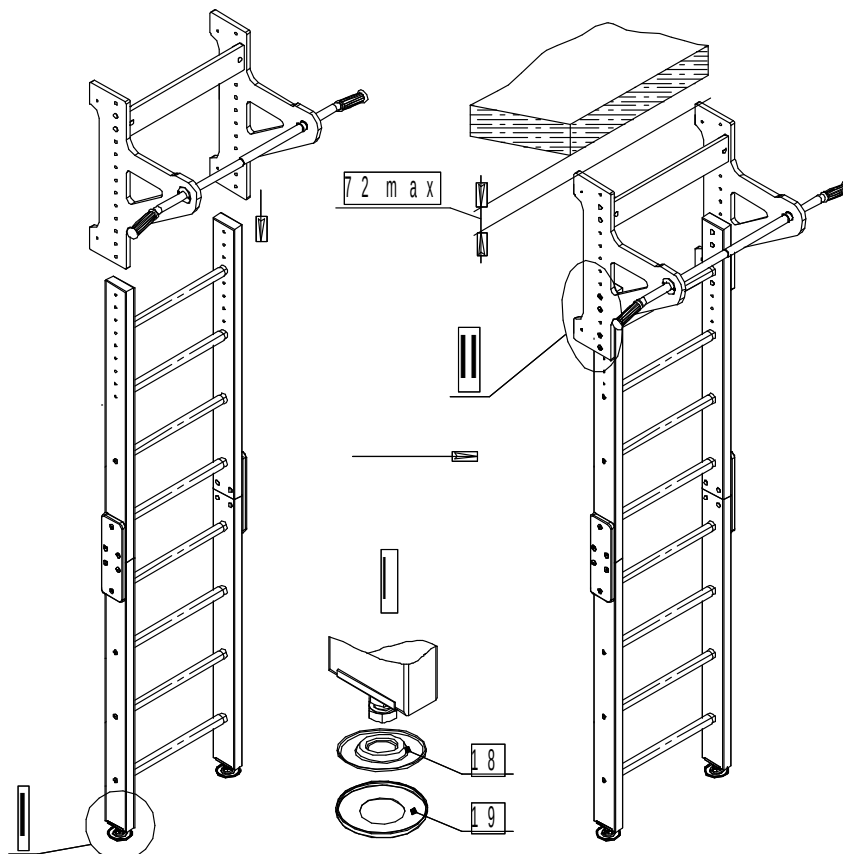

Рис.5
- II. Определить положение рамы по высоте потолка и закрепить её (рис.5; 6)